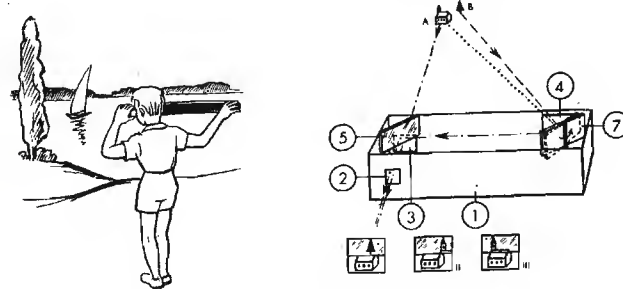

Fig. 242. Come si presentano le due immagini nel telemetro.
Più l'oggetto A si trova vicino, maggiore è l'angolo per il quale lo specchio mobile deve essere girato per far coincidere le due immagini. Perciò ad ogni posizione dello specchio corrisponde una data distanza dell'oggetto. Se dunque colleghiamo lo specchio con una scala adatta, possiamo leggere su di essa direttamente la distanza dell'oggetto A. Dalla distanza dei due specchi (5) e (7) dipende la portata dello strumento; nei telemetri per uso militare la distanza può essere anche di 6 metri e permette di misurare distanze fino a parecchi chilometri. Noi costruiamo un telemetro di lunghezza 70 cm per distanze fino a 200 m, che ci basterà per seguire e misurare le traiettorie degli aeromobili o di natanti (fig. 242).